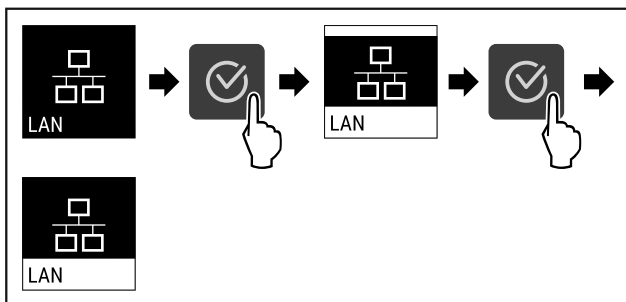

Fig. 82
- ▶ Efectuați pașii de acțiune (vezi Fig. 82).